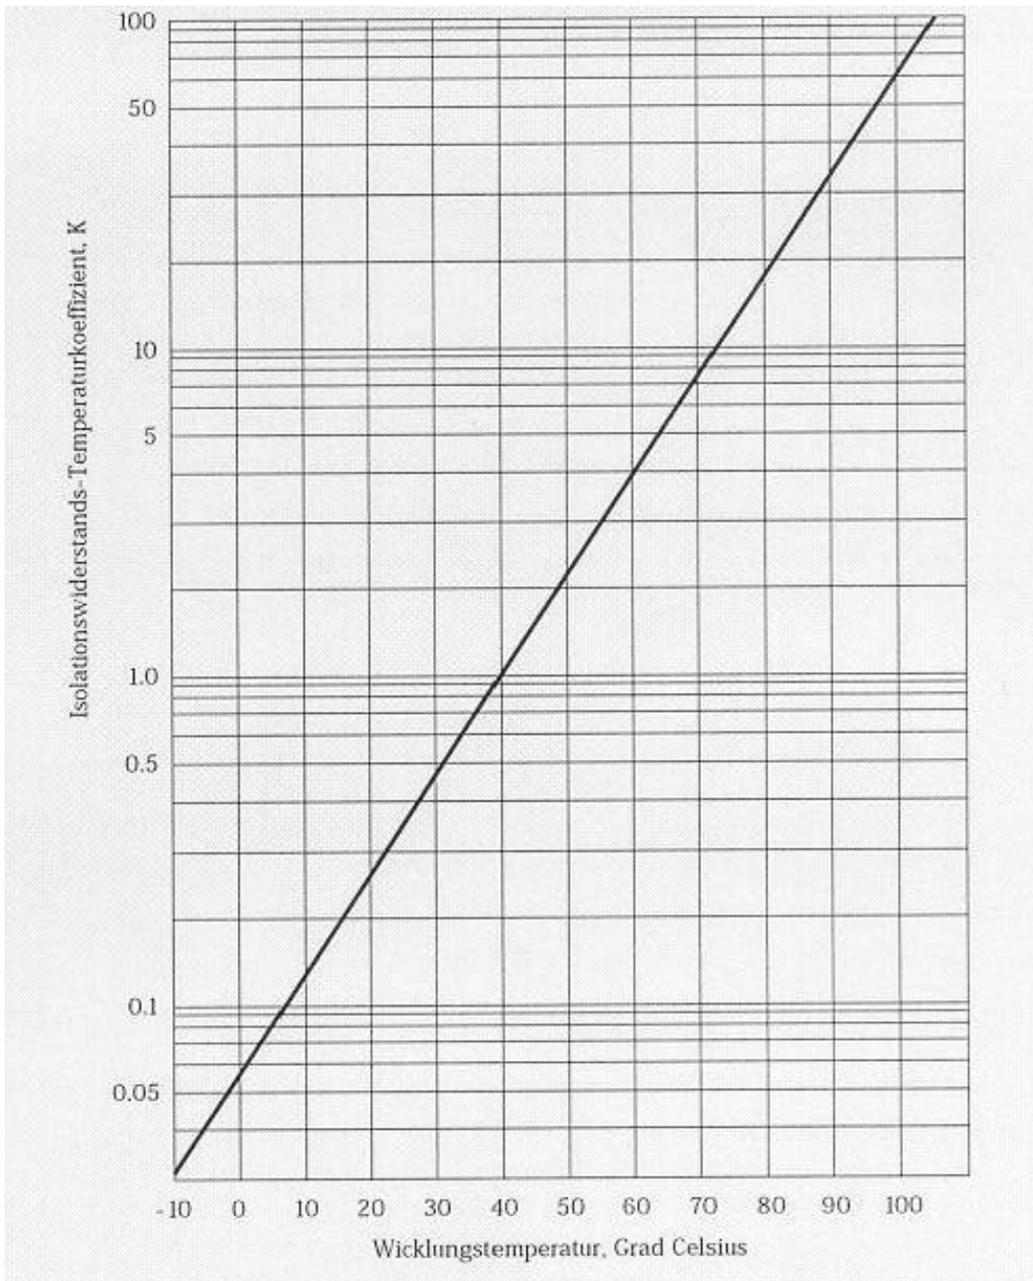

Abbildung 10 Ungefäherer Temperaturkoeffizient für rotierende Maschinen
- K_t - Isolationswiderstands-Temperaturkoeffizient bei Wicklungstemperatur, erhalten aus Abbildung 10